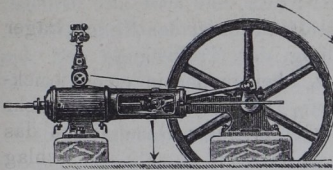
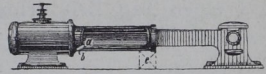

Fig. 554.
Fig. 555.
4. **Durchbiegen des Bajonettrahmens.** Zu schwach konstruierte Bajonettrahmen findet man sehr häufig. In der Mittelstellung der Kurbel (Fig. 554) wirkt eine Kraft nach unten und verbiegt den Rahmen. Man sucht sich dann zu helfen nach Fig. 555 durch Anordnung der Stütze c.